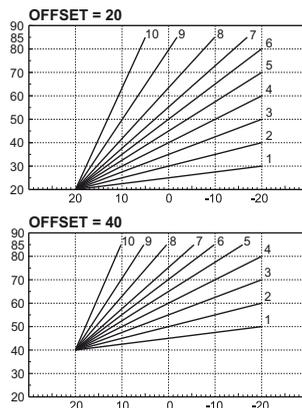

fig. 25- Exempletu de deplasare paralelă a curbelor de compensare
**Offset:** Intrând în acest submeniu, puteți accesa deplasarea paralelă a curbelor cu ajutorul tastelor **+** și **-** apă caldă menajeră. Consultați fig. 25 pentru caracteristici.